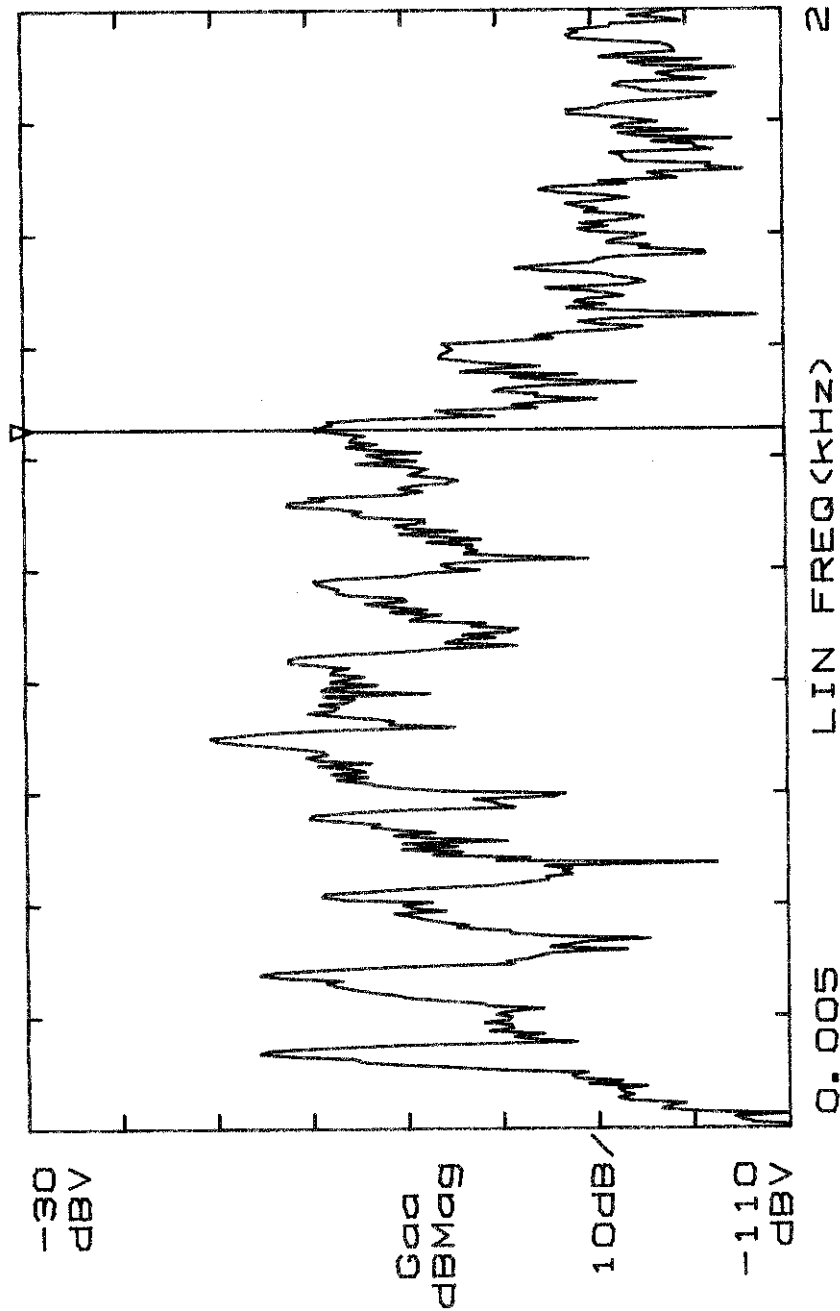

図7-53 THRESHOLDの設定方法
- ① 〔図 7-53〕のようにケプストラムを求めたいパワー・スペクトラムを表示させます。
となります。すなわち、〔図7-53〕のパワー・スペクトラム値が -62.9 dBV よりも小さい場合には対数をとった結果が0となります。この THRESHOLD 値は、ノイズ・レベルなどが高いとき、それらのノイズ・レベルの影響をカットしようとする上で有効となります。
〔図7-53〕のデータのパワー・ケプストラム (Caa) [Mag表示]